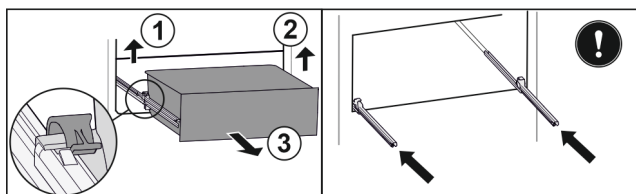

Fig. 186
- Zvedněte levou svorku a současně vytáhněte zásuvku vlevo dopředu. Fig. 186 (1)
- Zvedněte pravou svorku a současně vytáhněte zásuvku vpravo dopředu. Fig. 186 (2)
- Vyjměte zásuvku dopředu. Fig. 186 (3)